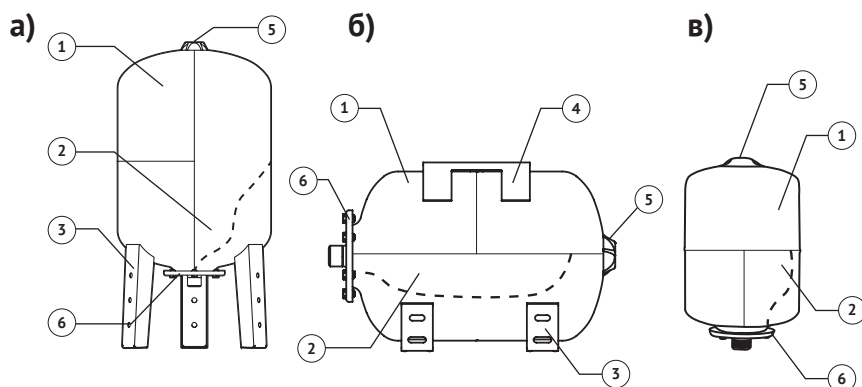

Рисунок 1 – Устройство гидроаккумулятора
Баки вертикального типа (см. рисунок 1а) выпускаются с нижним расположением присоединительного фланца (поз. 6) и имеют опорные ножки (поз.3).
Горизонтальные гидроаккумуляторы (см. рисунок 1б) оснащены площадкой для крепления насоса (поз. 4) и имеют опорные ножки (поз. 3).
Подвесные гидроаккумуляторы (см. рисунок 1в) не имеют опорных ножек и могут быть установлены как в вертикальном, так и в горизонтальном положении.
Регулировка давления воздуха осуществляется при помощи ниппеля, установленного под крышкой (см. рисунок 1, поз. 5), путем подкачки или выпуска воздуха при отсутствии воды в гидроаккумуляторе. Для подкачки воздуха используйте компрессор, либо автомобильный насос.
- 2 Не реже одного раза в месяц необходимо проверять давление воздуха в гидроаккумуляторе при помощи манометра подключив его к ниппелю, находящемуся под крышкой (см. рисунок 1, поз. 5).